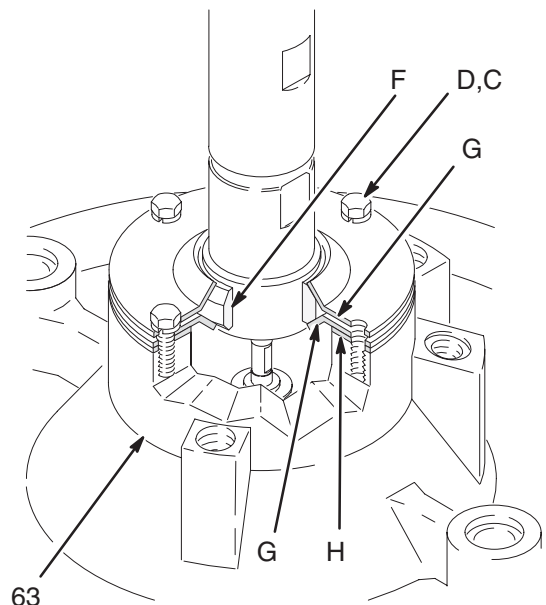

Fig. 5
3. Sujete el motor a las ménsulas de montaje (57) o a la placa de montaje (A) con las piezas de sujeción suministradas, según sea pertinente.
4. Deslice la placa de sellado superior (G) hacia arriba, sobre la válvula de admisión de la bomba y empuje el sello (F) contra el alojamiento de admisión de la bomba. Deje la placa de sellado inferior (G) y la junta (H) en su sitio. Vea la Fig. 5.
5. Afloje los tornillos de fijación de la ménsula de montaje (35), y baje cuidadosamente la bomba hasta que la válvula de admisión esté por debajo de la junta (H), y entonces apriete los tornillos de fijación.
6. Empuje firmemente el sello (F) hacia abajo, contra la placa de sellado inferior (G).
7. Alinee los orificios de la placa de sellado superior con los orificios de la placa del "ram" (63). Apriete firmemente la placa del "ram" con los cuatro tornillos (D) y las arandelas (C).